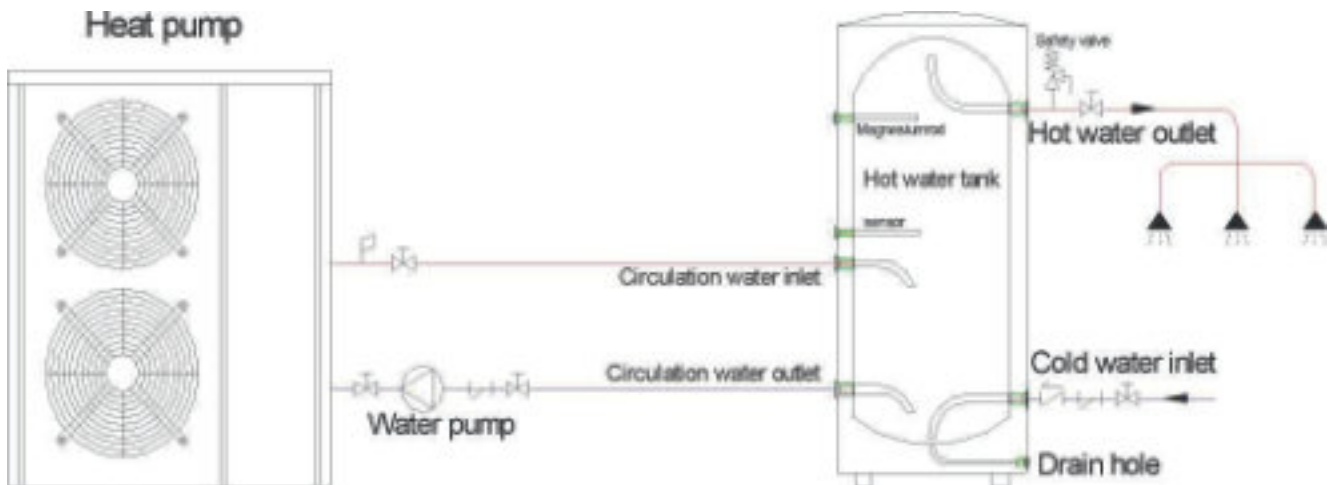

Abbildung 7
- 1) Systeminstallationsdiagramm — siehe Abb. 7.